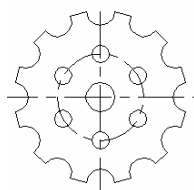

图 4-37
(7)单击【修改】工具栏上的按钮，对图形进行修剪，如图 4-37 所示。